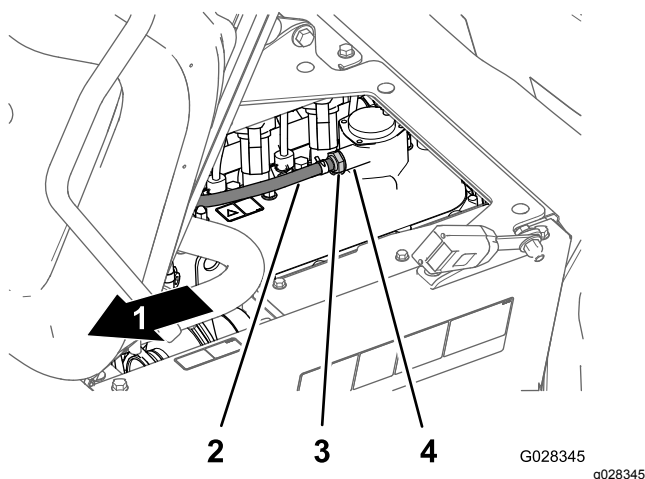

Figure 78
4. Insérez le clapet RGC jusqu'à ce qu'il soit complètement engagé dans le joint du raccord du couvre-culasse (Figure 78).
2. Déposez le clapet RGC du raccord sur le couvre-culasse (Figure 78).
Remarque: Si le restricteur interne du clapet RGC cliquète, le clapet est réparable; dans le cas contraire, remplacez le clapet (Figure 78).